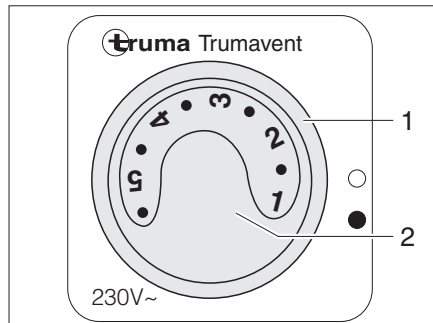

Fig. 104 Commutateur de commande du ventilateur à air pulsé (230 V)
- Mettre l'interrupteur tournant (Fig. 104,1) sur "●".
- Régler la puissance désirée du ventilateur à air pulsé à l'aide du bouton de commande (Fig. 104,2).
- Mettre l'interrupteur tournant (Fig. 104,1) sur "○".